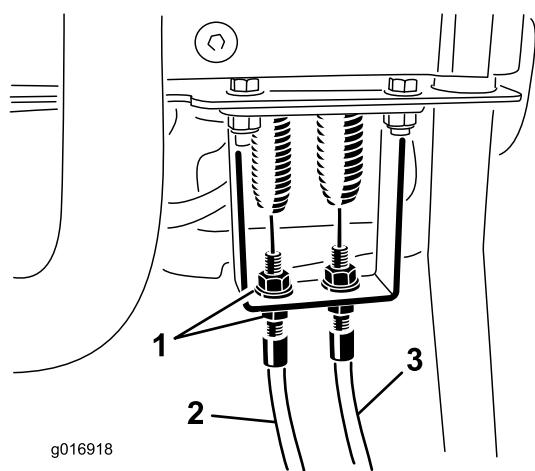

Figure 45
2. Vérifiez si le câble de commande de déplacement est détendu au niveau du ressort d'extension (Figure 45).
9. En réglant le câble au niveau du tablier du panneau de commande, réglez les écrous de blocage de manière à éliminer le mou éventuel du câble sans étendre le ressort (Figure 45).
3. Au niveau du tablier de panneau de commande, desserrez le câble de commande du cylindre pour détendre le câble (Figure 45).